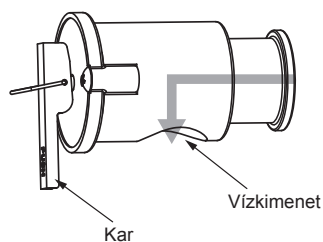

Fig. 4-2
4.4. Rendszeres ellenőrzésre szoruló alkatrészek (Fig. 4-2)